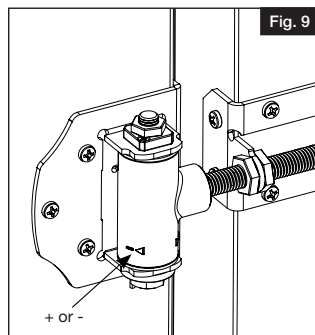

Fig. 9
- Siguiendo los indicadores + o - del barril de la bisagra, girar el perno de ajuste de tensión hacia el + para apretar, o hacia el - para aflojar (Fig. 9).